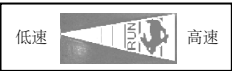

图4
- 轻拉启动器把手，当感觉到阻力时，快速拉动以克服压缩阻力，防止反冲并启动发动机。必要时可重复这些操作。割草时将油门控制杆拨到'Run' 位置，可根据需要调节引擎转速。参考图4。